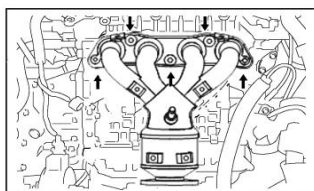

Рисунок II-70
4. Отвернуть 5 гаек и снять теплоизоляционное уплотнение и выпускной коллектор (см. Рисунок II-70).